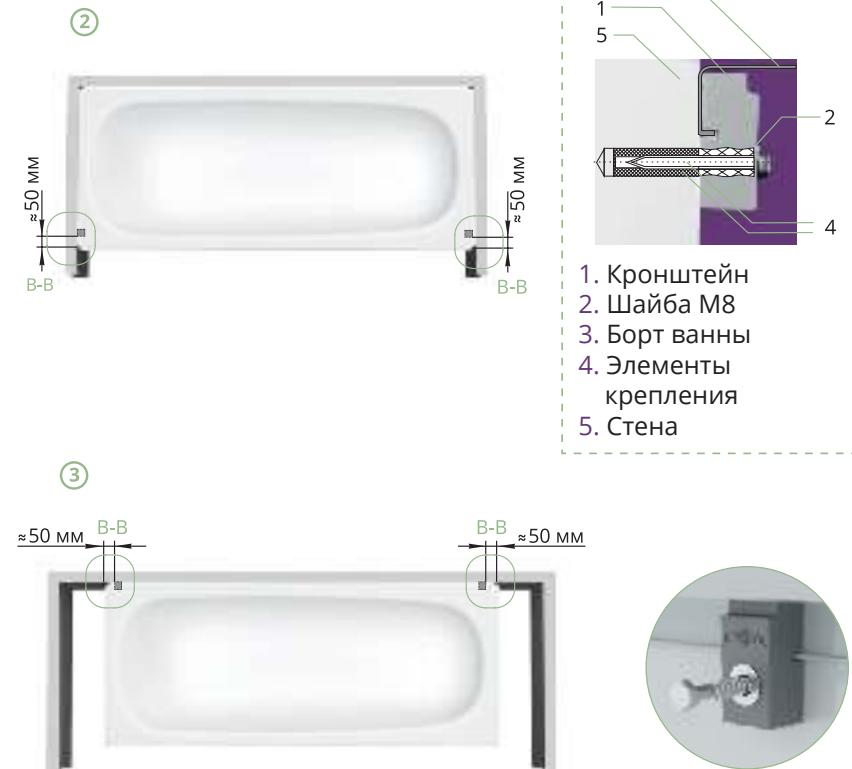

РИСУНОК 7
- ① Установка уравнителя электрического потенциала с корпусом ванны через транспортировочную скобу
- ② Установка уравнителя электрического потенциала с корпусом ванны через болт M6 в скобе крепления ванны
13. С целью обеспечения электробезопасности ванну необходимо заземлить: соединить корпус ванны (транспортировочная скоба или болт M6 в скобе крепления ванны, см. рис. 7) с металлической водопроводной трубой с помощью уравнителя электрических потенциалов. Для выбора подходящего уравнителя электрических потенциалов обратитесь в местный специализированный магазин.